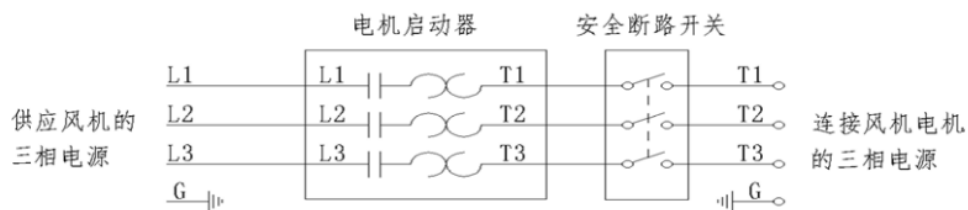

图5
*如图 5 所示，每台风机都应该有电机过载保护措施：使用三相电机启动器或电机慢熔保险丝。